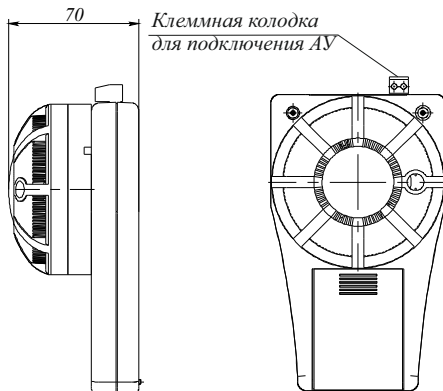

Рисунок 2 – Вид ПКУ с установленным датчиком
3.2 Для подключения адресных пожарных извещателей в конструкции ПКУ предусмотрено базовое основание (рисунок 2) .
5.1 Заменить элементы питания при появлении сигнала о снижении напряжения питания (4.7). Элементы питания находятся под крышкой на задней стороне ПКУ (рисунок 2).